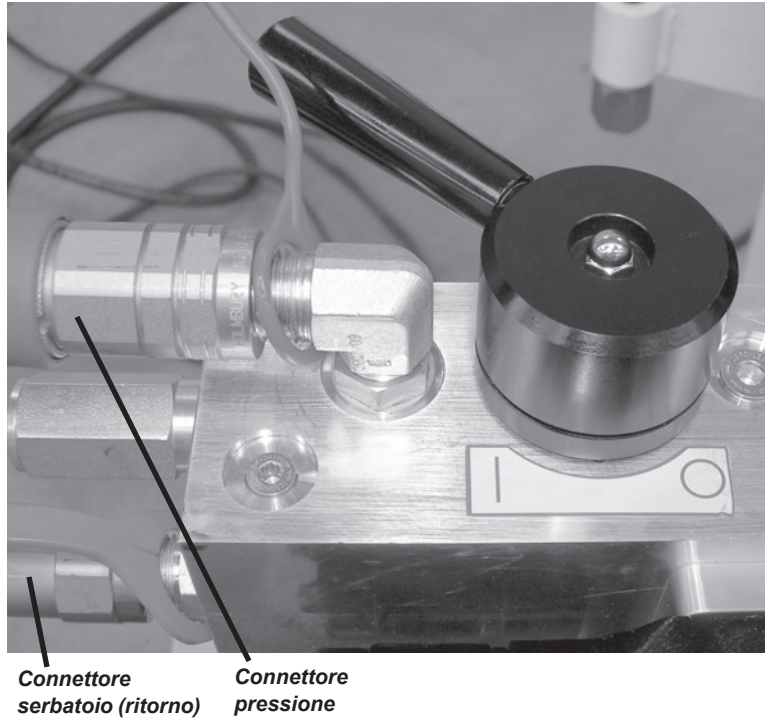

Figura 5-33. Collegare i tubi flessibili idraulici al motore come mostrato.
3. Collegare i tubi flessibili idraulici alle porte del motore come descritto nella Figura 5-33.